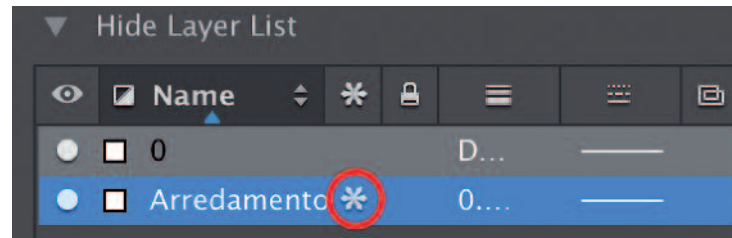

Fig. 10
- **Freeze (Congela):** cliccando accanto al nome del Layer appare un cristallo di ghiaccio a indicare il congelamento del Layer. L'effetto che si ottiene è simile a quello di *Visibility* con la differenza che AutoCAD considera il Layer congelato come non esistente, di conseguenza, nelle esecuzioni dei calcoli, per rappresentare a monitor gli oggetti, risulta più veloce. L'opzione è utile quando nel disegno sono presenti parti molto complesse che se congelate possono sollevare il computer da calcoli non indispensabili (► Fig. 10);